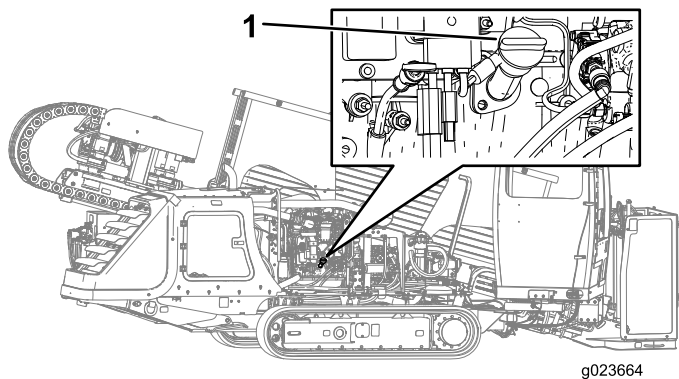

Рисунок 89
- A. Снимите крышку заливной горловины (Рисунок 89) и добавьте масло, пока его уровень не достигнет отметки «Высокий». **Не допускайте переполнения.**